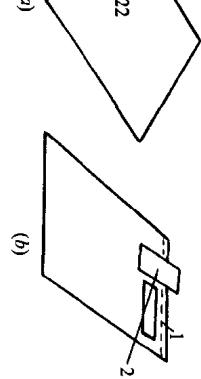

图3 特殊剪切示意图
1) 交线剪切法:板面需剪一块板件,其两条剪切线相交成一定角度。为防止因板面剪切过头而浪费材料,可先在相交处钻(或割)成一个  $\phi 18 \sim 22\text{mm}$  的孔。剪切时,孔位放于剪刀的一端,这样可避免存在上述剪切缺陷,见图 3(a)。
2) 边缘垫铁剪切法:剪切线距离板面边缘较近,开剪困难,当剪刀剪切时,会带动整个板面向前或向后移动。为避免这种现象出现,要在剪切线边缘,按剪板机的压力位置,放一同厚度小块搭板和一垫板,如图 3(b)所示。